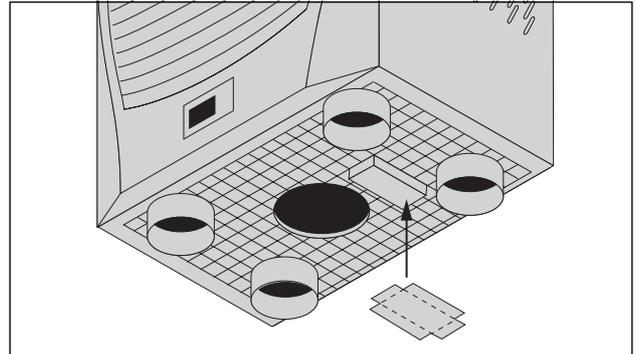

Imagen 8: Colocar la junta adicional para la bandeja de condensación
- Fije la junta adicional suministrada desde abajo sobre la bandeja de condensación (imagen 8). Doble la junta en los puntos perforados hacia arriba y fíjela.